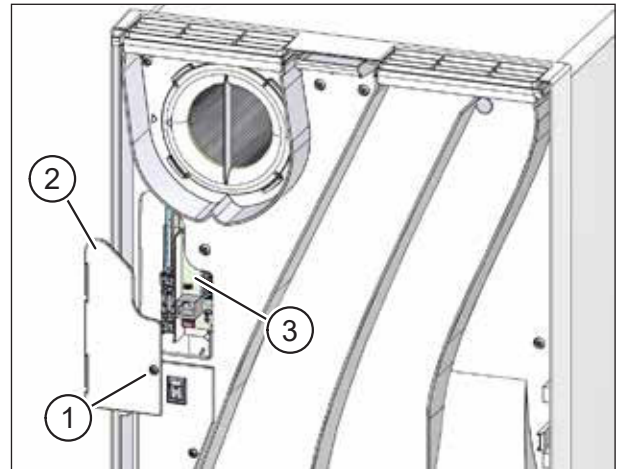

Abb. 23: Elektronikabdeckung abnehmen
- ▶ Lösen Sie mit dem Schraubendreher die Torx-Schraube (Pos. 1 in Abb. 23) an der Elektronikabdeckung (Pos. 2 in Abb. 23).
- ▶ Nehmen Sie die Elektronikabdeckung ab, um Zugang zur Anschlussplatine (Pos. 3 in Abb. 23) zu erhalten.
- ▶ Setzen Sie die Elektronikabdeckung wieder ein und fixieren Sie diese mit der Torx-Schraube (siehe Abb. 23 auf Seite 40).